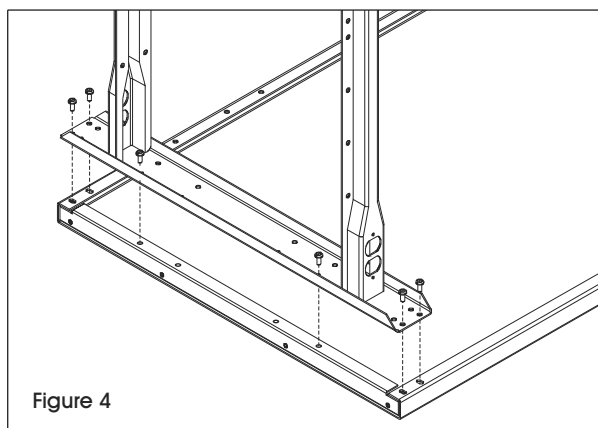

Figure 4
- Alignez les trous des pieds avec l'extrémité du dessus de table. Fixez à l'aide de six boulons de 1/4 po-20 x 5/8 po. Des sections filetées sont fournies à chaque extrémité du dessus de table. (Voir Figure 4).